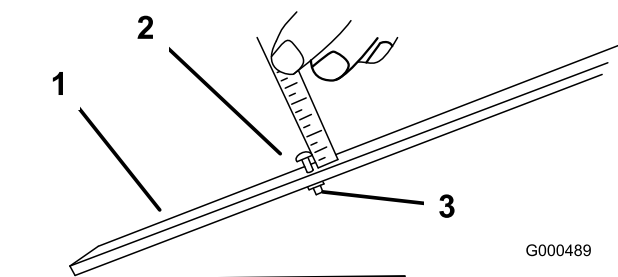

Figura 10
2. Allentate il dado sulla barra di misura e posizionate la vite di regolazione all'altezza di taglio opportuna (Figura 10).